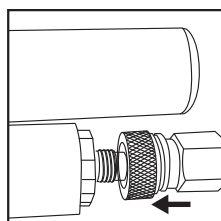

Fig.3c
3. Encaixe o conector rápido fêmea do equipamento de bombeamento de ar, no bico de enchimento (Fig.3c) e comece a encher.